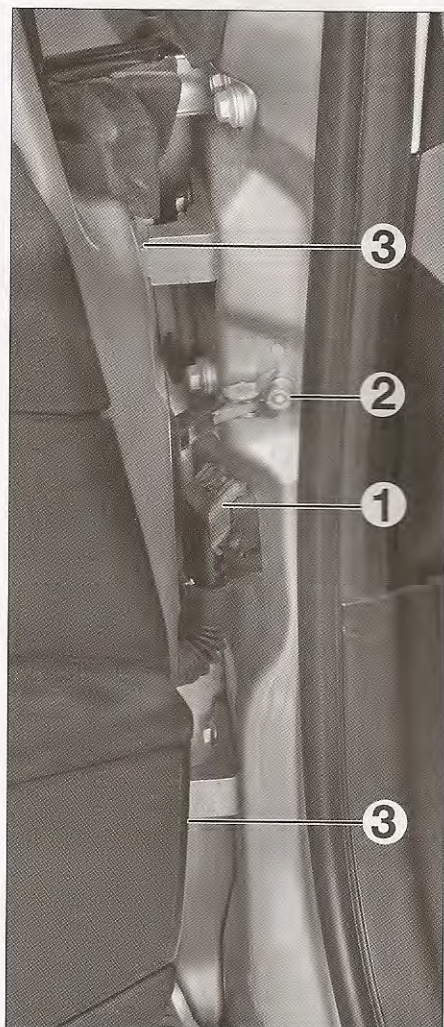

FIG. 43
- Desconectar el conector (1) de la puerta (fig. 43).
- Desmontar el tornillo del limitador de apertura (2).
- Desmontar los ejes de bisagras de puertas (3).